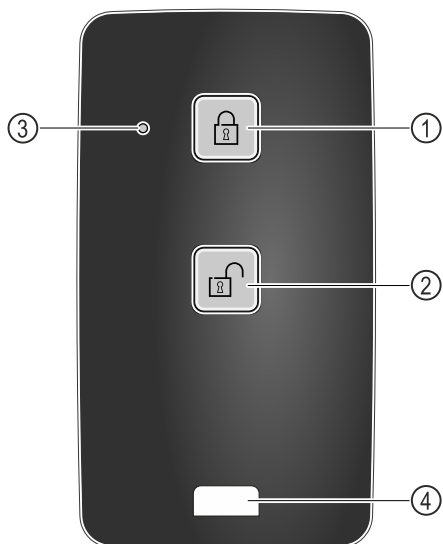

Fig. 219
- (1) Zamknutie zámku (3) LED stavu
(2) Odomknutie zámku (4) Upevňovacie oko
- Stlačte tlačidlo Fig. 219 (1) na diaľkovom ovládaní.
- Stlačte tlačidlo Fig. 219 (2) na diaľkovom ovládaní.
- LED stavu Fig. 219 (3) vydá po stlačení tlačidla optickú odozvu.
- Oko Fig. 219 (4) na upevnenie diaľkového ovládania, napríklad na zväzku kľúčov.